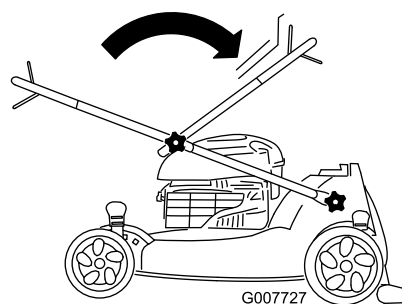
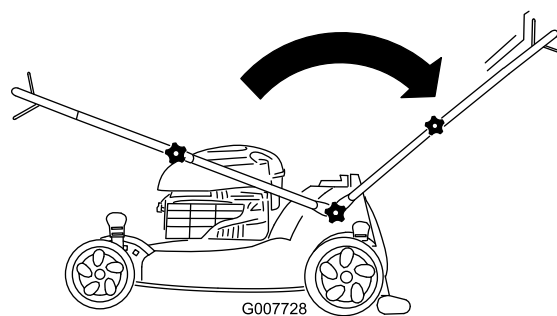

Figura 3
Figura 4
1. Despliegue el manillar (ver Figura 3 y Figura 4).